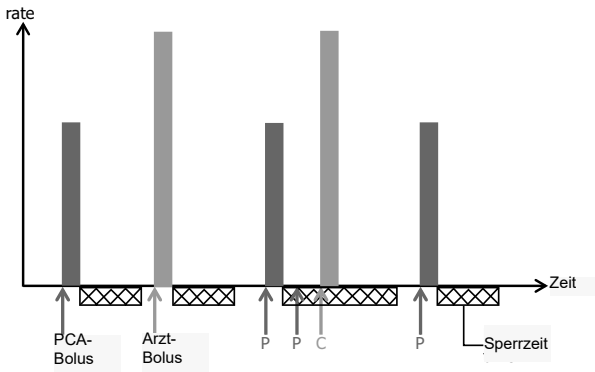

Abbildung 4.1: PCA-Bolus-Infusionsmodus
- PCA-Bolus, siehe Abbildung 4.1, Seite 26